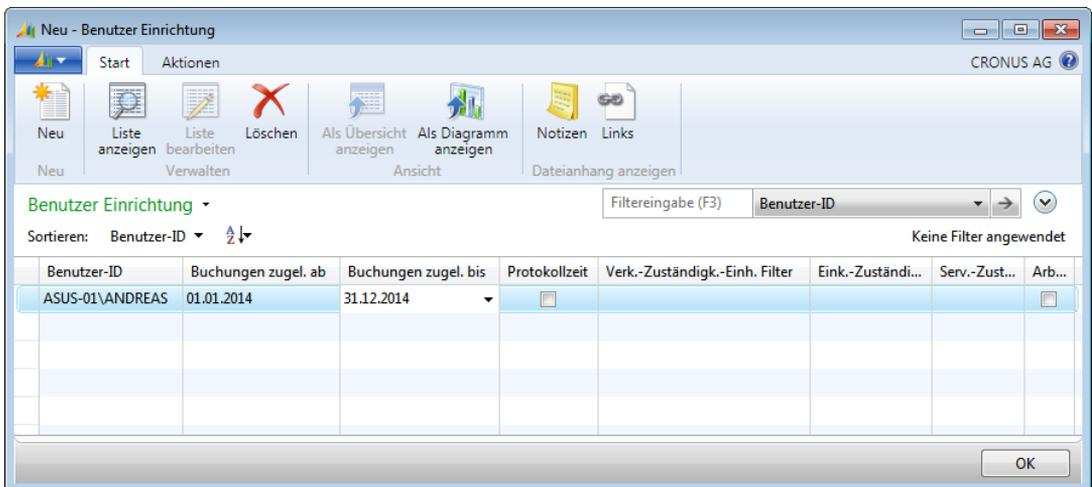

Abbildung 3.2 Neuanlage der Zeile in der *Benutzer Einrichtung*
4. Um in der Benutzer-Einrichtung einen neuen Datensatz anzulegen, betätigen Sie die Tastenkombination **Strg** + **N** oder klicken Sie auf die Schaltfläche *Neu* auf der Registerkarte *Start* des Menübands. Im Neuanlagefenster wählen Sie Ihre *Benutzer-ID* und tragen den erlaubten Buchungszeitraum ein (siehe Abbildung 3.2)